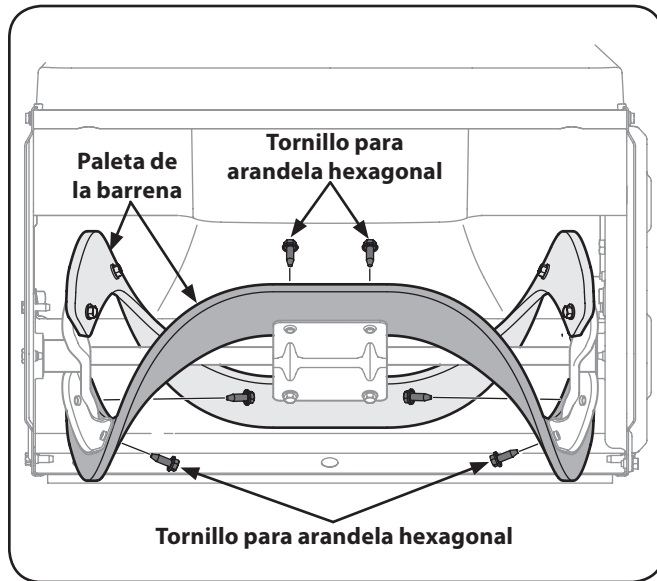

Figura 7-4
Para cambiar las paletas de caucho, proceda como sigue y consulte la Figura 7-4.
3. Saque las paletas de caucho ya existentes para lo cual desenrosque los tornillos para arandela hexagonal que las unen a la barrena. Vea la Figura 7-4.